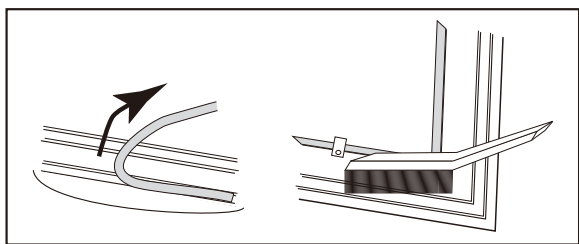

図 25 ガスケットを取り外し、ワイヤブラシで溝の中を掃除します。
1. 9/16" のレンチでロックナットを取り外す。(図25)
1. 現在のガスケットの片方の端を握って、強く引っ張ります。(図 25)
2. ワイヤブラシやマイナスドライバーの先端等で、溝に残っているシリコンやガスケットくずを掻き出します。(図 25)